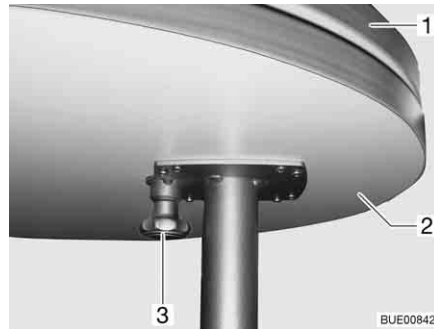
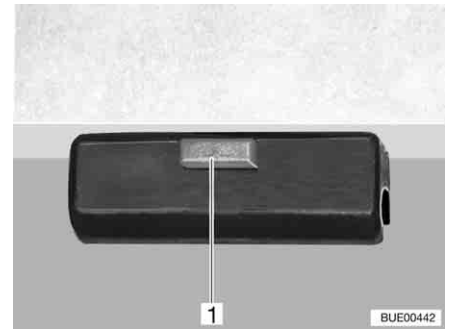

Bild 115 Ausschwenkbare Tischverlängerung
Bild 116 Verriegelung
- Knopf (Bild 115,3) der Verriegelung nach unten ziehen und Tischverlängerung (Bild 115,2) ausschwenken.
- Tischverlängerung (Bild 115,2) unter die Tischplatte (Bild 115,1) schwenken, bis die Verriegelung (Bild 116,1) hörbar einrastet.
- Verriegelung (Bild 116,1) an der Tischplatte lösen.